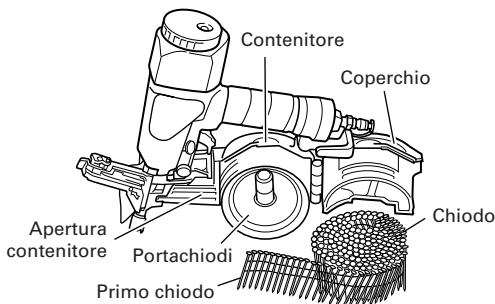

Fig. 4
- Inserire i chiodi nel contenitore. A questo punto, se la parte arrotolata dei chiodi è inserita dopo che è stata prima tirata fuori in anticipo, le operazioni successive risultano molto più facili. (Fig. 4)